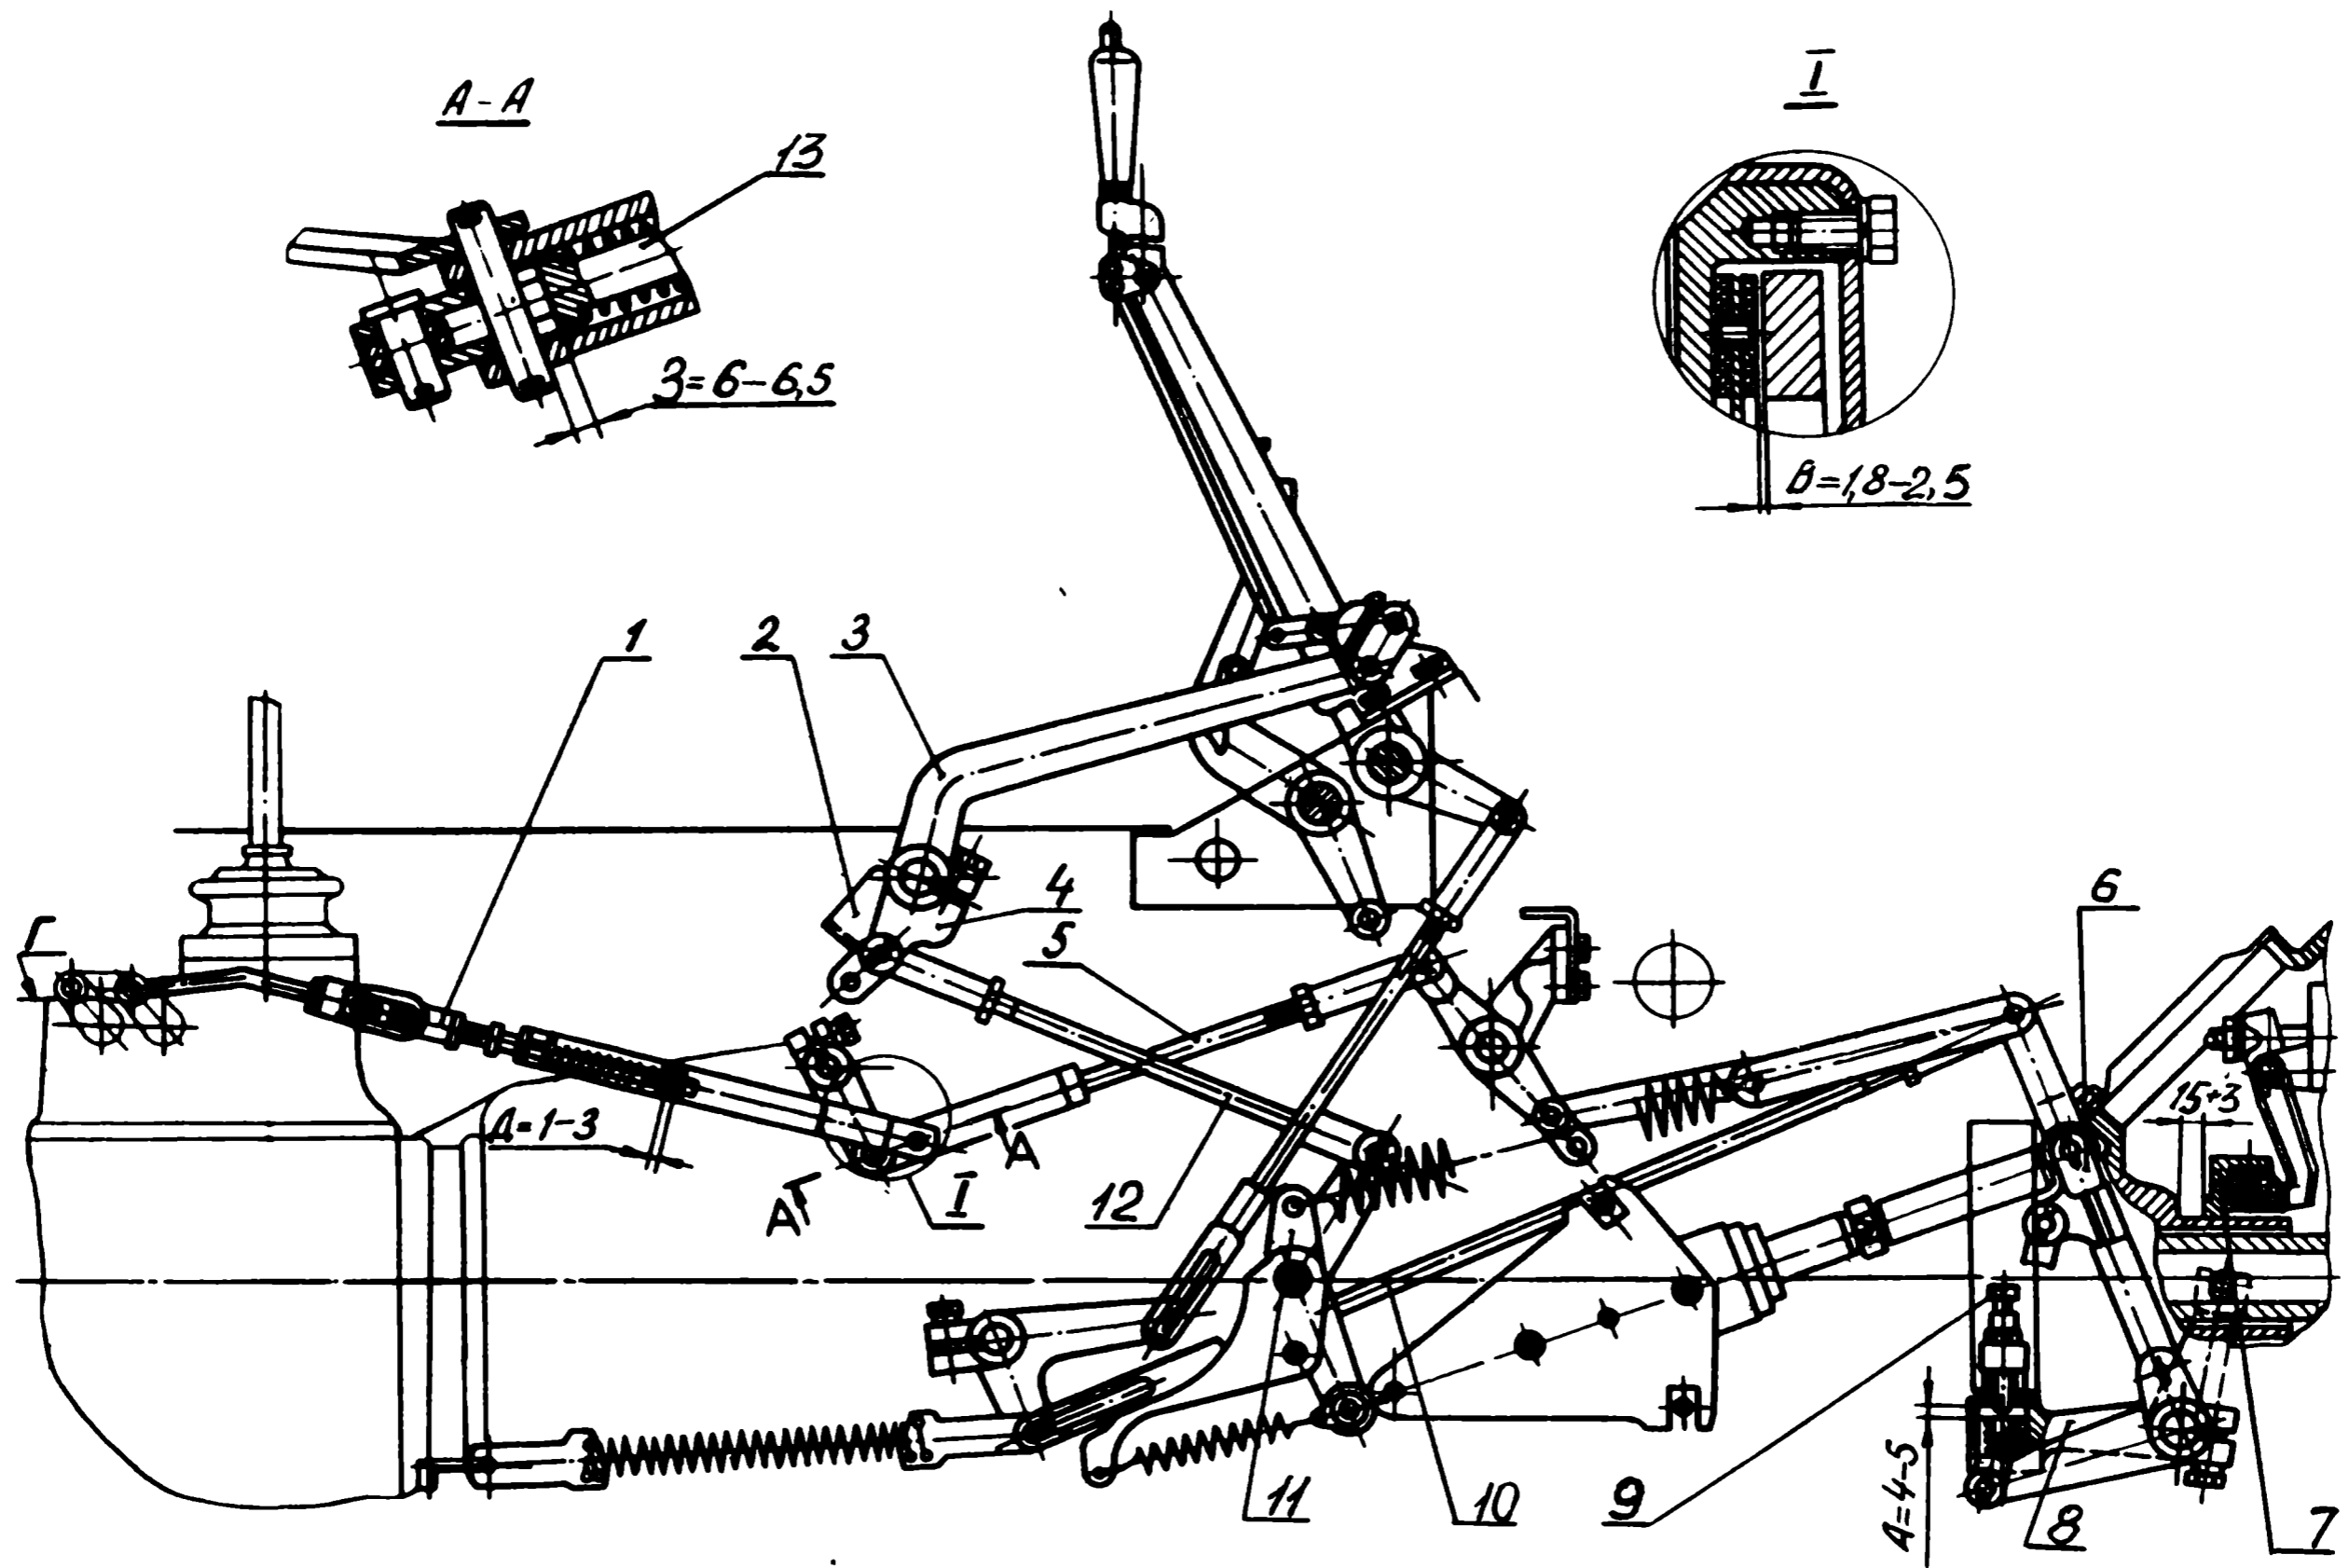

Рис. 94. Регулировка тяг тормозка УКМ:
2. Проверьте и при необходимости отрегулируйте тормозок кардана (рис. 94), как указано в п. 6е раздела «Механизм управления главной муфтой сцепления».
3. Проверьте и при необходимости отрегулируйте тормозок УКМ (рис. 94), как указано в п. 6г раздела «Механизм управления главной муфтой сцепления».
5. Выдвигая поршень гидроусилителя и воздействуя им на рычаг 6 обеспечьте ход 15^{+3} муфты выключения 7 (рис. 94).